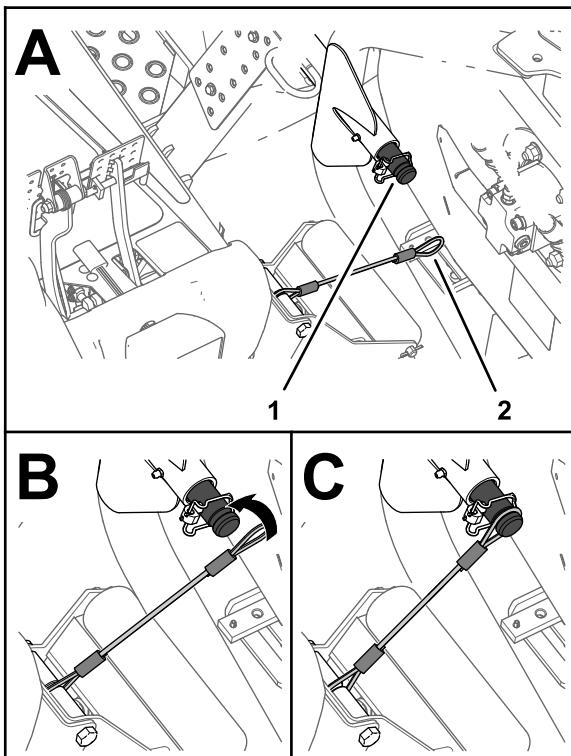

Figura 26
5. Alinhe o cordão com o eixo de suporte do braço de elevação para a unidade de corte que se move para fora (Figura 26).
6. Passe o laço no cordão por cima do eixo de suporte até que o cordão fique posicionado na ranhura do eixo (Figura 26).